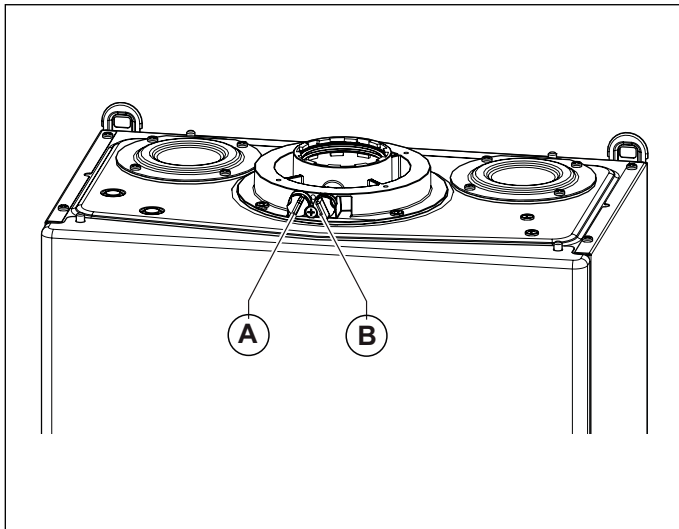
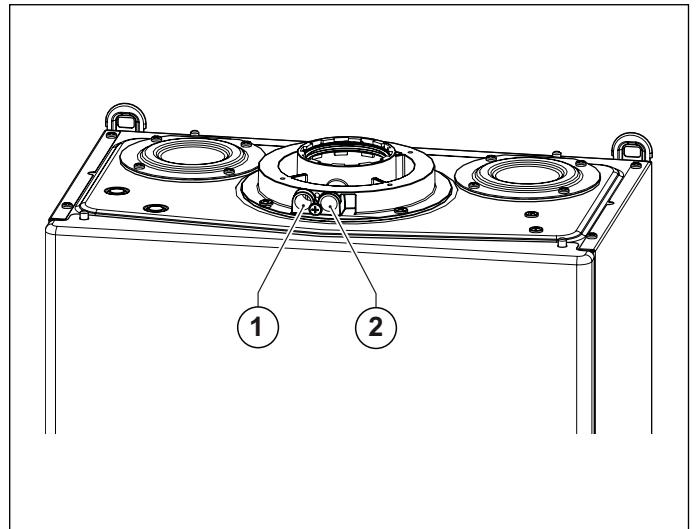

Fig. 18 Poziția bușoanelor
Fig. 19 Poziția orificiilor
Centrala termică este prevăzută cu un turn pentru racordarea conductelor de aspirație aer/evacuare gaze arse (vezi Fig. 18 Poziția bușoanelor și Fig. 19 Poziția orificiilor).
În turn au fost prevăzute orificii pentru accesul direct al aerului de combustie și pentru evacuarea gazelor arse (vezi Fig. 19 Poziția orificiilor).
Înainte de a efectua măsurătorile înlăturați bușoanele **A** și **B** din orificiile prevăzute pe turn (vezi Fig. 18 Poziția bușoanelor).
- măsurarea aerului de combustie preluat din orificiul **1** (vezi Fig. 19 Poziția orificiilor).
- măsurarea temperaturii gazelor arse și a CO₂ prelevat din orificiul **2** (vezi Fig. 19 Poziția orificiilor).